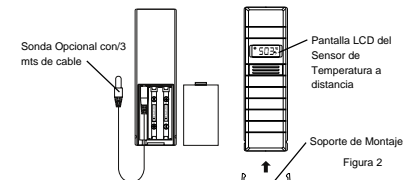

Figura 2
- Sensor a distancia inalámbrico con la opción de la 'sonda' del Canal 2 (TX25U, Figura 2).